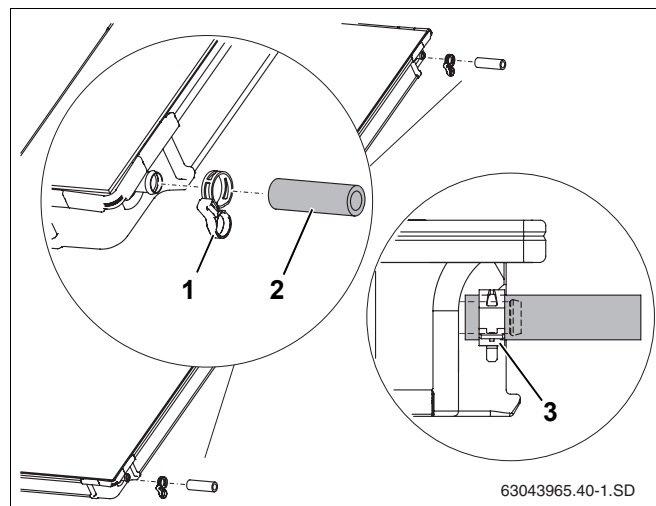

Рис. 42 Предварительный монтаж соединительного комплекта на втором коллекторе
- Надвиньте шланги 95 мм (рис. 42, поз. 2) на правые штуцеры второго и всех следующих коллекторов.
- Надеть пружинные хомуты (рис. 42, поз. 1) на шланг солнечного коллектора (второй хомут будет потом фиксировать подключение другого коллектора).
- Если пружинный хомут установлен правильно, то нужно потянуть фиксирующее кольцо для фиксации соединения (рис. 42, поз. 3).